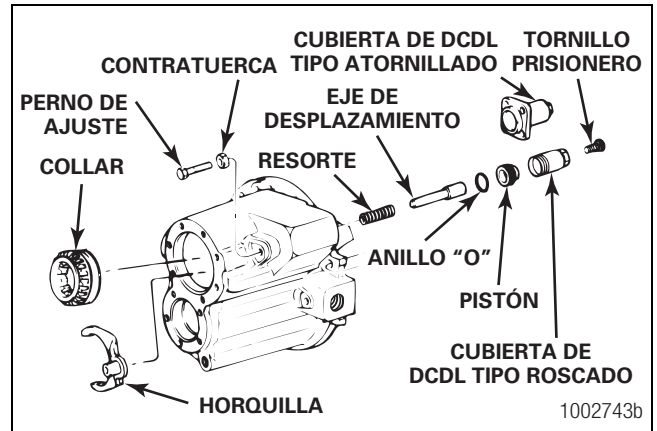

Figura 3.38
2. Retire el pistón del eje de desplazamiento. Figura 3.38.